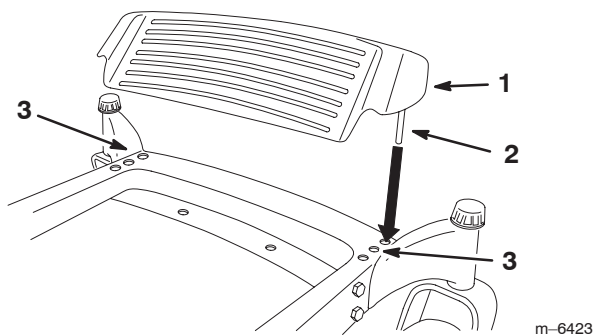

Figure 15
1. Élevez le repose-pied et placez les tiges dans les mêmes trous (Fig. 15).